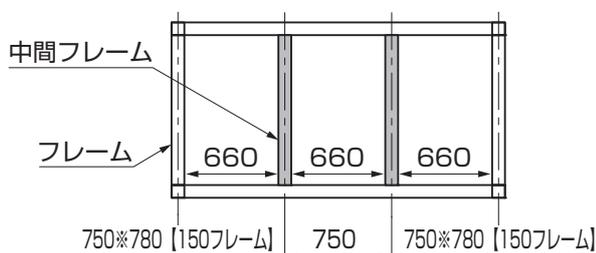

図6-1
- 中間フレームのピッチが750mmになっていることを確認してください。(図6-1参照)